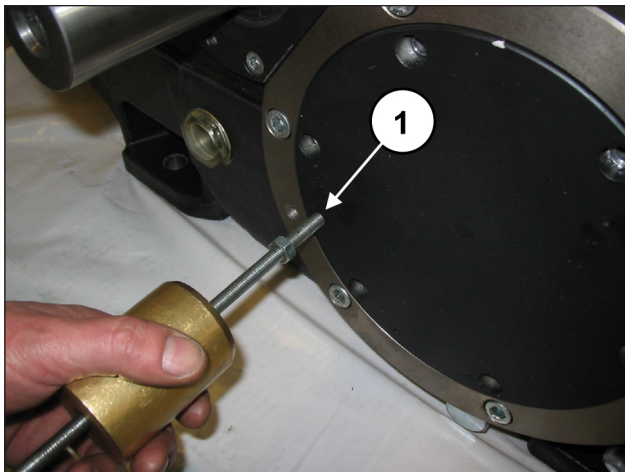

Abb. 11
Zum leichteren Ausbau verwenden Sie 2 Stiftschrauben oder Schrauben M8 (Pos. ①, Abb. 11) als Abzieher.